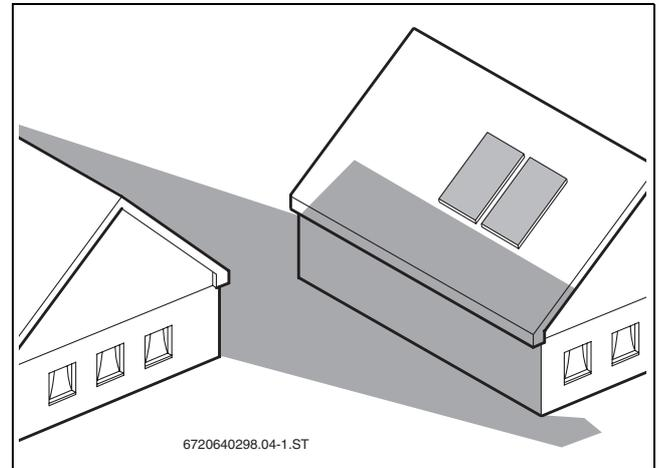

Fig. 18
- Evitar las posibles sombras (→ fig. 18).